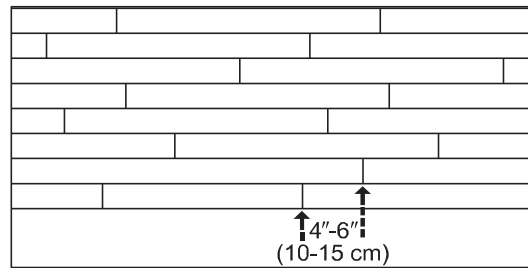

Figure 3 – Alignement privilégié
- Si possible, veillez à décaler les extrémités des panneaux d'au moins **4 à 6 po (10 à 15 cm)** dans les rangées adjacentes (**Figure 3**). Cela aidera à assurer une apparence globale plus favorable du plancher;
- Prépercez des trous et clouez à clous perdus dans un angle de 45° à travers la languette des planches de la première rangée à tous les 1 à 2 po (2,5 à 5 cm) des extrémités à des intervalles de 3 à 4 po (7,6 à 10 cm). Noyez la tête des clous pour assurer leur enfoncement complet dans la surface de la rainure de la ou des rangées suivantes. Continuez de clouer à clous perdus en employant cette méthode dans les rangées suivantes jusqu'à ce qu'une agrafeuse puisse être utilisée. Sinon, vous pouvez aussi utiliser une cloueuse de finition pneumatique et installer des clous de finition / à tête perdue d'une longueur d'au moins 1 po (2,5 cm) aux mêmes intervalles. Les joints d'extrémité des rangées adjacentes doivent être décalés d'au moins 4 à 6 po (10 à 15 cm) dans la mesure du possible pour assurer une apparence globale plus favorable (voir la **Figure 3** à la page 8).